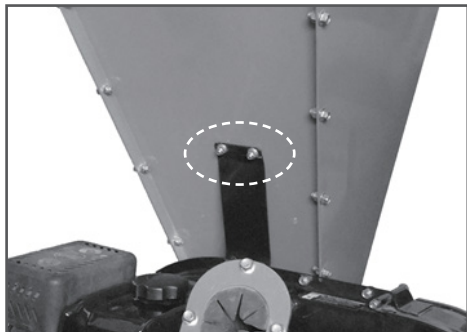

Рис. 24 Крепление воронки дробилки к опорному кронштейну
2. Открутите два болта и две гайки крепления воронки дробилки к опорному кронштейну (Рис. 24).